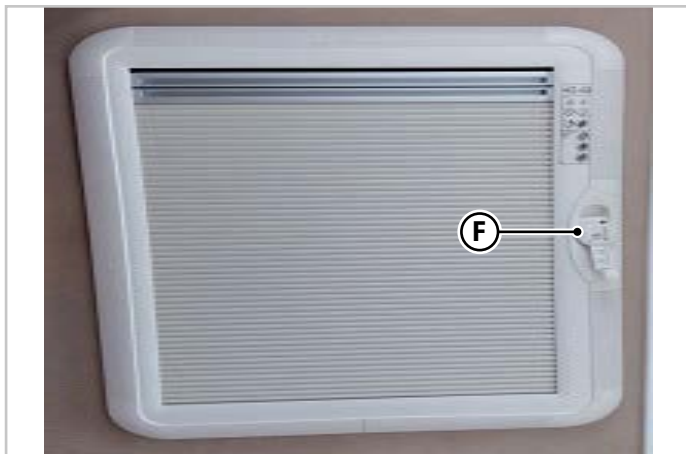

Fig.6.7 - Vippbar takluke - Type B
Vippbar takluke - Type B (Fig.6.7)
- Løft sikkerhetshåndtaket (**F** - Fig.6.7) og vri det mot urviseren for å heve takluken til ønsket posisjon.